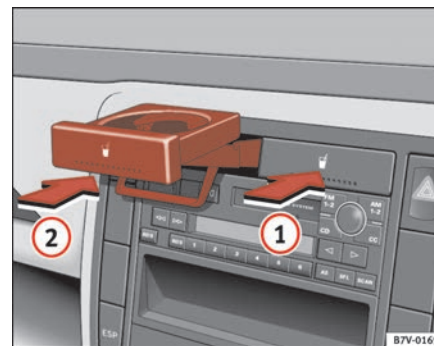

Abb. 105 Getränkehalter in der Mittelkonsole
- Drücken Sie den Getränkehalter in Pfeilrichtung ⇒ Abb. 105 ganz hinein, bis er einrastet.